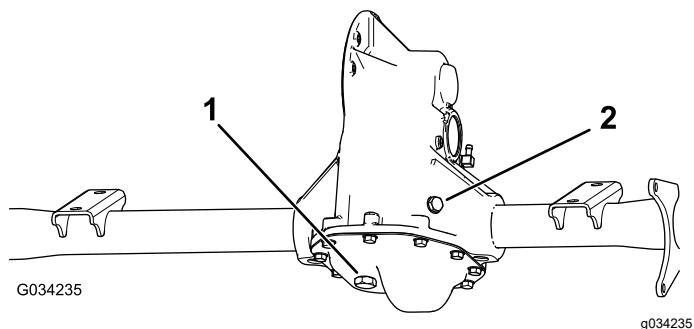

Figura 49
1. Coloque un recipiente debajo del tapón de vaciado (Figura 49).
3. Retire el tapón de llenado y la junta (Figura 49).
3. Retire el tapón de vaciado y la junta y deje que el fluido se drene completamente (Figura 49).